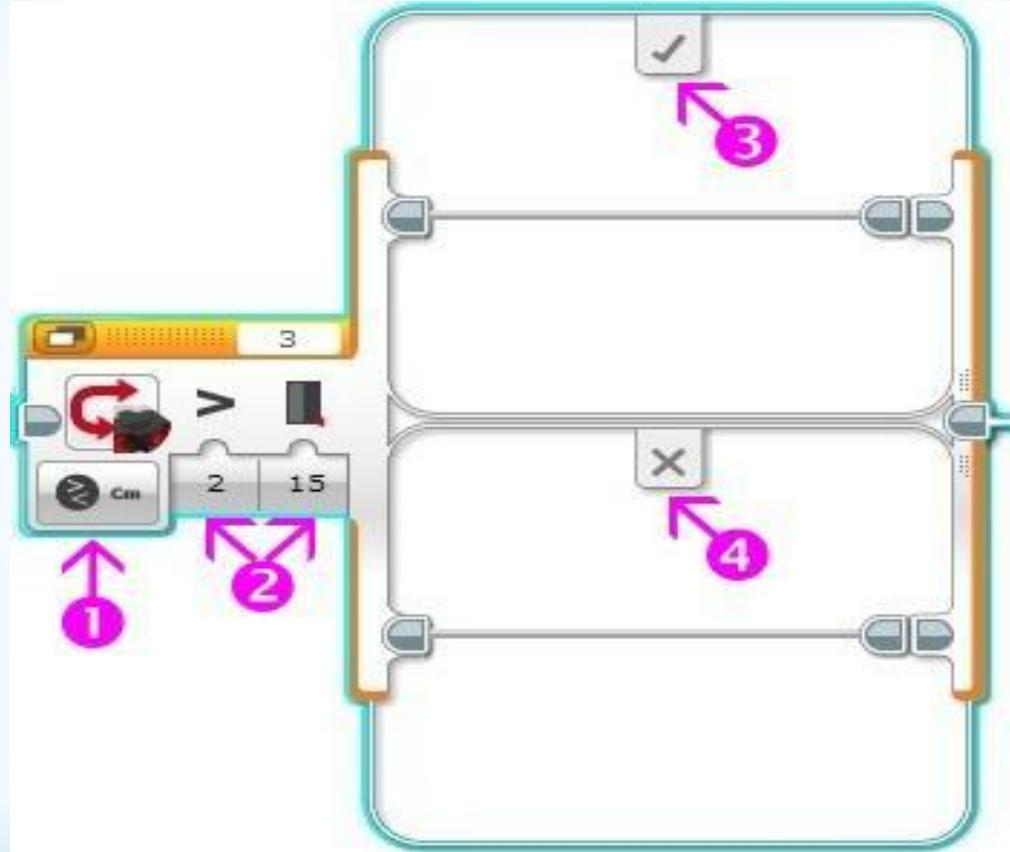

Рис. 3
- * Мы уже знаем, что за организацию выбора выполняемых блоков в зависимости от условия отвечает программный блок "Переключатель" Оранжевой палитры. Установим для блока "Переключатель" режим "Ультразвуковой датчик" - "Сравнение" - "Расстояние в сантиметрах" (Рис. 3 поз.1). Параметр "Тип сравнения" блока "Переключатель" установим в значение "Больше"=2, а "Пороговое значение" определим равным 15 (Рис. 3 поз. 2). Такие настройки программного блока "Переключатель" приведут к следующему поведению программы: При показаниях ультразвукового датчика **больше** 15 см будут выполняться программные блоки, помещенные в верхний контейнер (Рис. 3 поз. 3), в противном случае будут выполняться программные блоки, помещенные в нижний контейнер(Рис. 3 поз. 4).